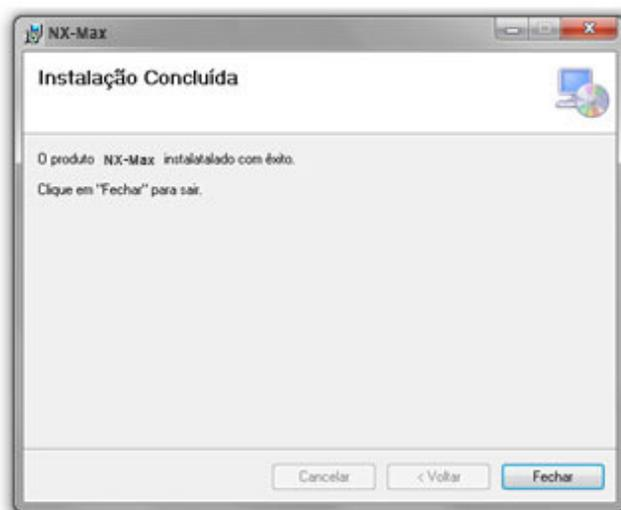

Figura 16
- Uma vez finalizada a instalação será mostrada a tela de “Instalação Concluída” (Figura 16).